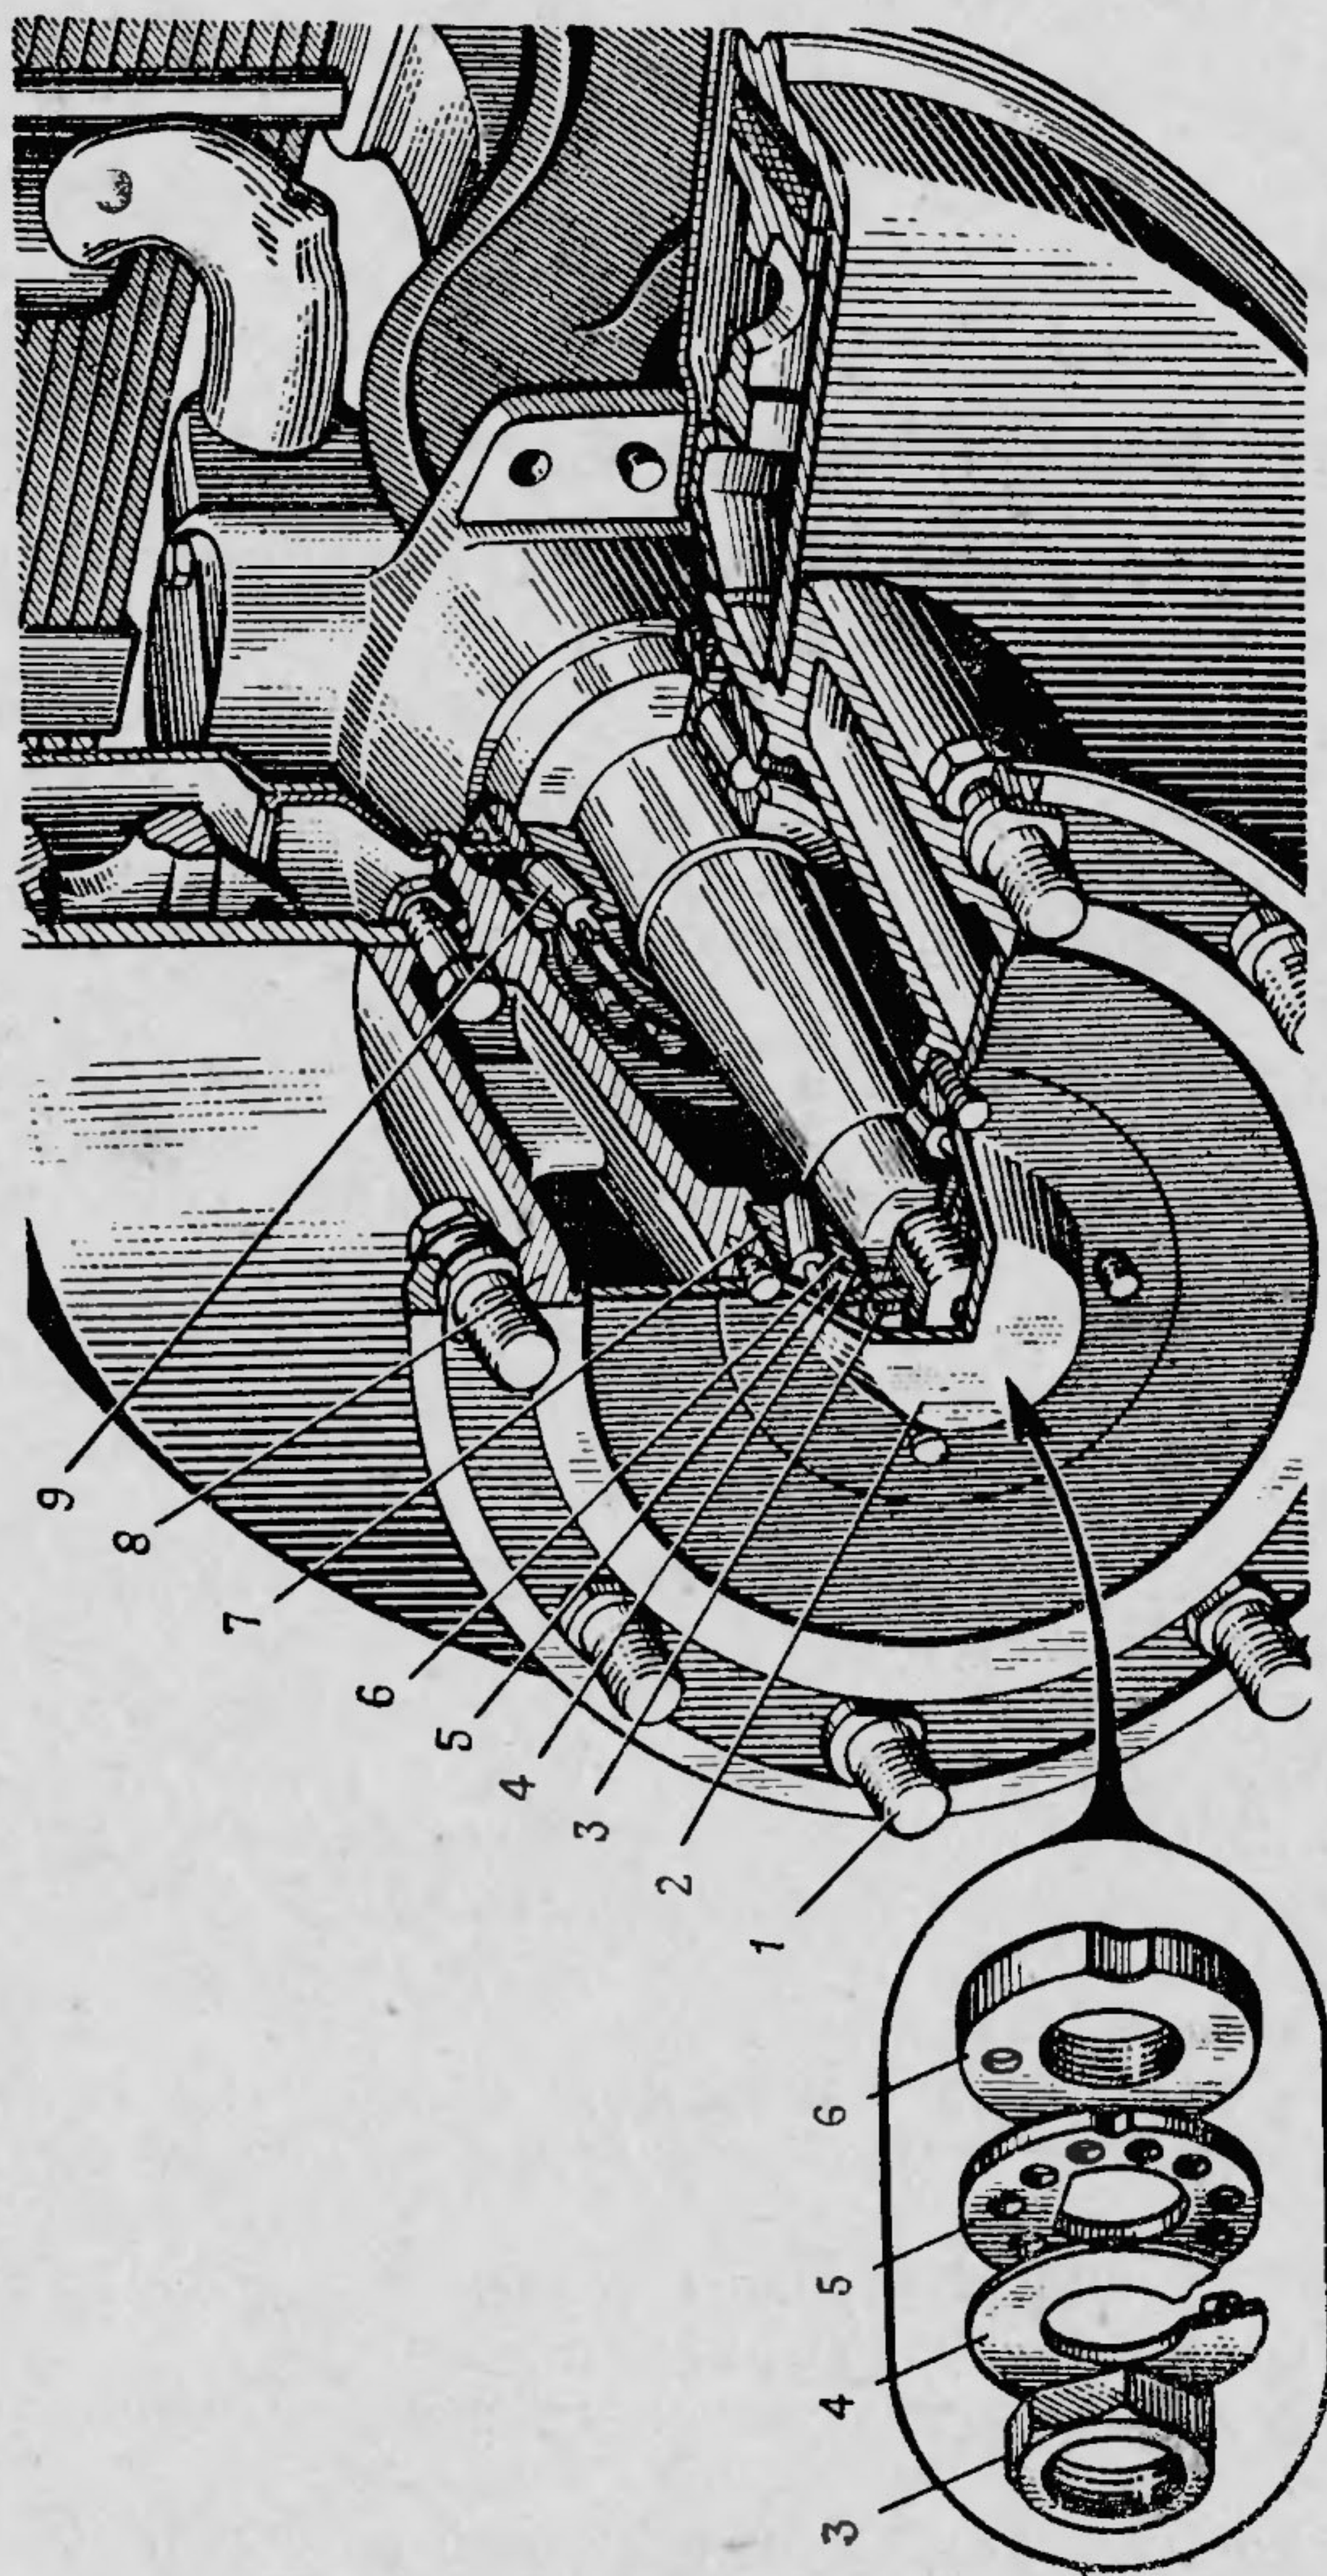

Рис. 56. Ступица переднего колеса автомобиля ЗИЛ-130:
1. Отвернуть болты крепления крышки 2 (рис. 56) ступицы и снять крышку.